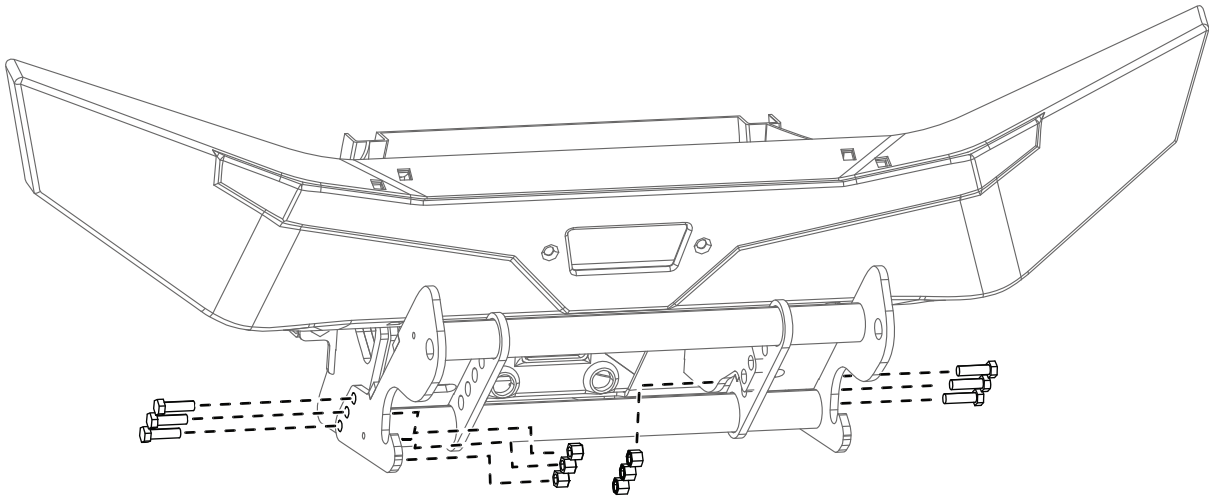

Bild 4
6. Befestigen Sie die Außenseite des Schubrahmens mit sechs Schrauben ($\frac{3}{8}$ ") und Sicherungsmuttern handfest am Unterfahrschutz (**Bild 4**).